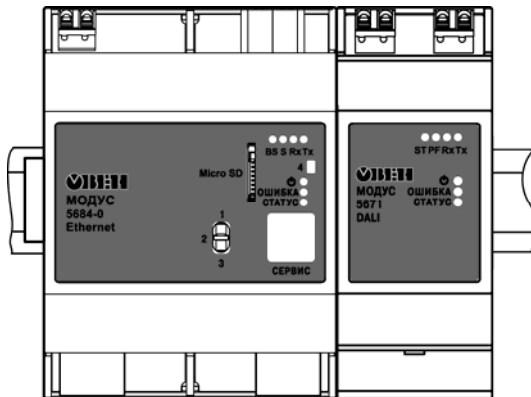

Рисунок 5.2
- закрепить модуль на соединителе (см. рисунок 5.2).